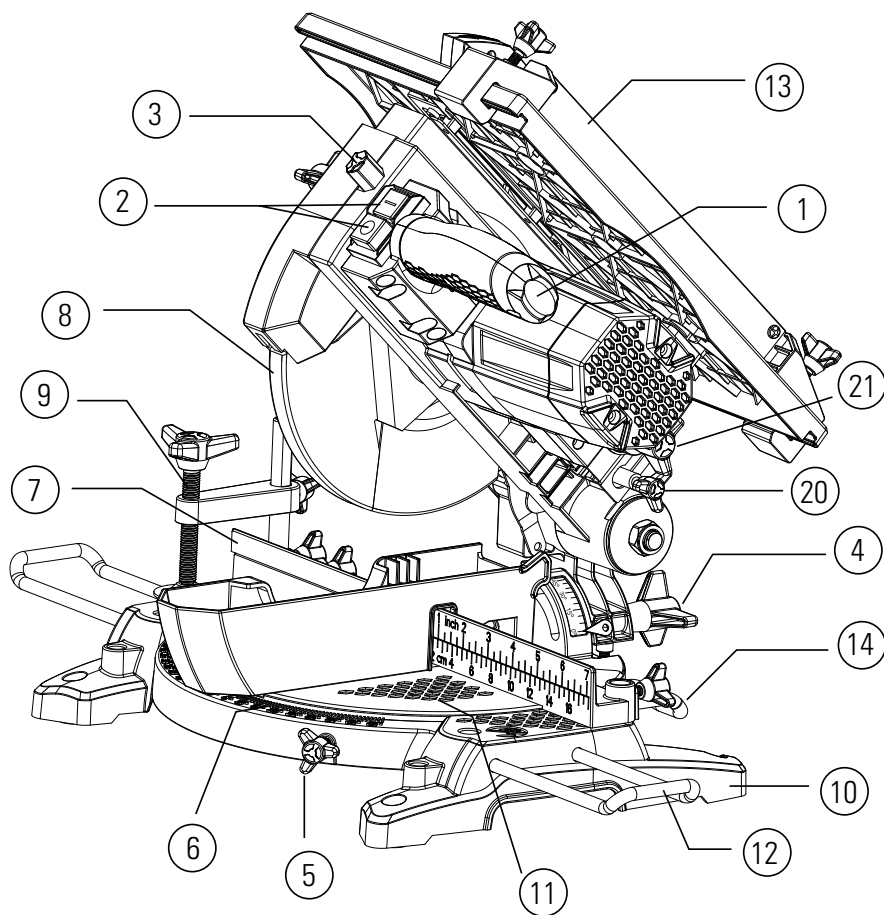

FIGURA 7.1
SIERRA MODO BANCO - FIGURA 7.1
- A. Coloque la protección inferior (16)
- B. Presione el botón traba de ángulo (3)
- C. Mueva la mesa (15) hacia abajo
- D. Empuje el perno traba (20)
- E. Afloje el tornillo (21)
- F. Mover el banco hacia abajo (15)
- G. Reapriete el tornillo (15)
3. Ajuste el ángulo de la sierra 90° - Figura 7.1 y 8.3
- Afloje el tornillo de ajuste para mesa inferior rotativa (5);
- Defina el ángulo utilizando la escala (6);
- Apriete el tornillo de ajuste para mesa inferior rotativa. Figura 7.1.
- Afloje la llave traba ángulo (4);
- Apriete la llave traba ángulo. Figura 7.1.